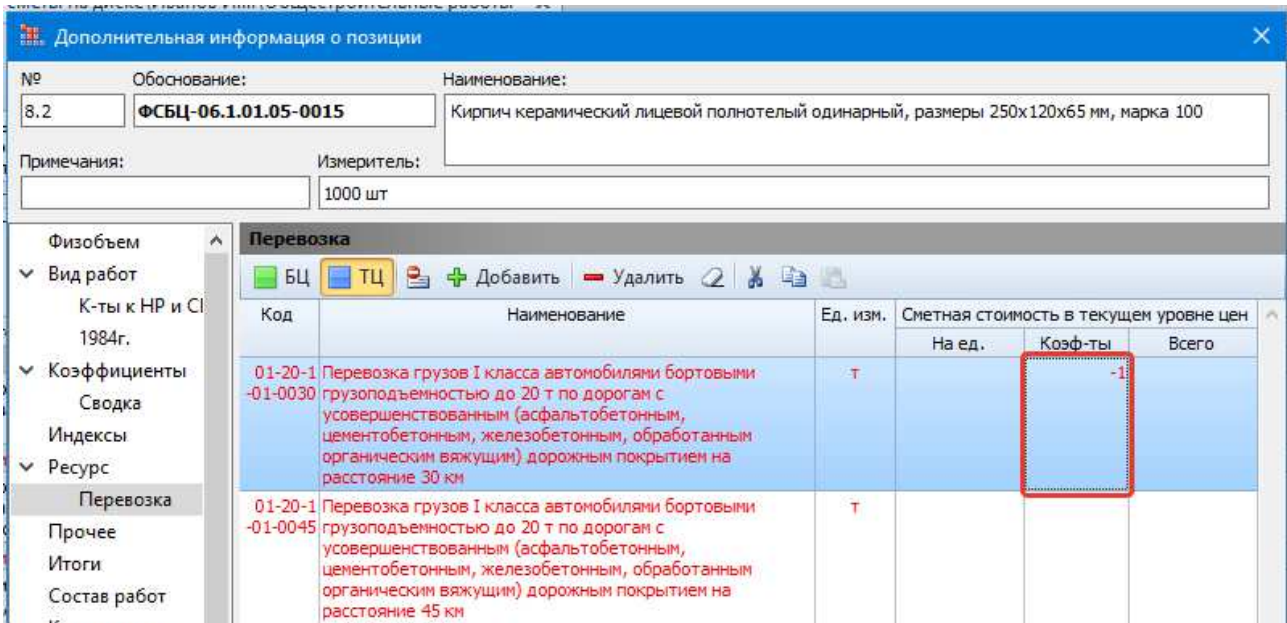

Рисунок 9.7. Дополнительная информации о позиции ФСБЦ-06.1.01.05-0015, перевозка
- Последовательно **скопируйте** эти строки и **добавьте их в окно дополнительной информации** позиции (рис. 9.7).